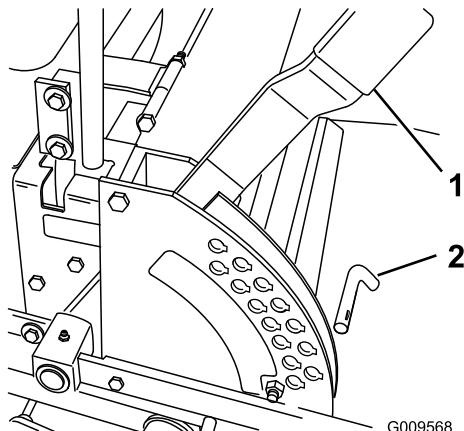

Figura 28
1. Levante la palanca de ajuste de la altura de corte a la posición de TRANSPORTE (que es también la posición de altura de corte de 127 mm (5")) (Figura 28).
2. Para ajustar la altura de corte, retire el pasador del soporte de altura de corte (Figura 28).
3. Seleccione el taladro del soporte de altura de corte que corresponde a la altura de corte deseada, e inserte el pasador (Figura 28).